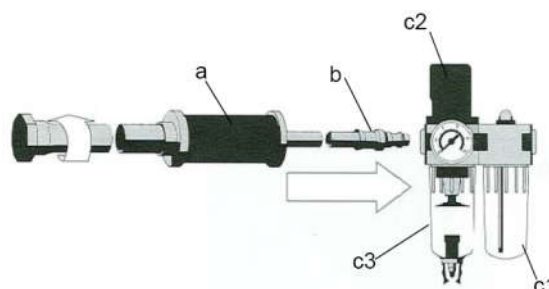

Abb. 1: Wartungseinheit
- Die Druckluftsäge in Verbindung mit Schlaucheinheit (a) und Einhandkupplung (b) an die Wartungseinheit (c1 - c3) anschließen (siehe Abb. 1).